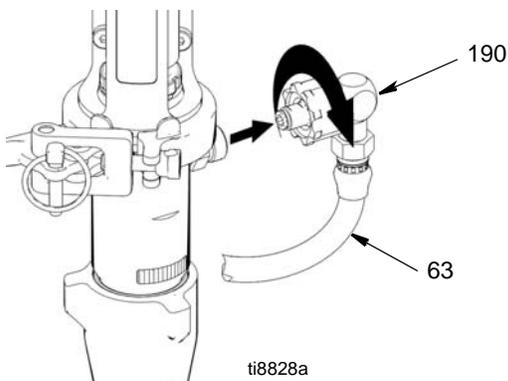

FIG. 14
4. (Fig. 14) Enlever le raccord du flexible de peinture (190) et le flexible de peinture (63) du raccord de la pompe.